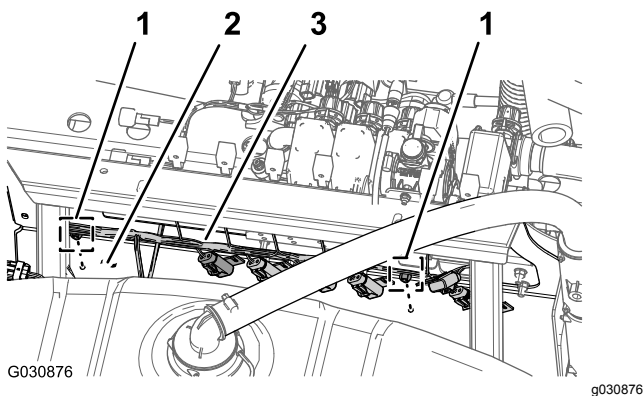

Bild 56
3. Entfernen Sie die Einsteckbefestigung, mit welcher der hintere Kabelbaum in den Löchern an der vorderen Seite und in der unteren Platte der Verteilerbefestigung befestigt ist (Bild 56).